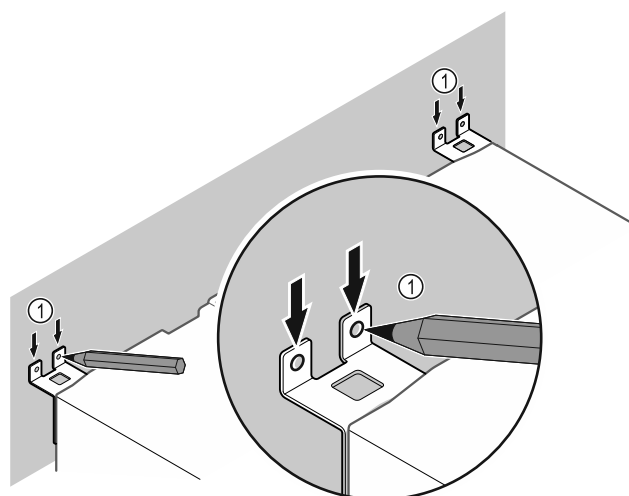

Fig. 12
- ▶ Na stezni narišite oznake Fig. 12 (1).